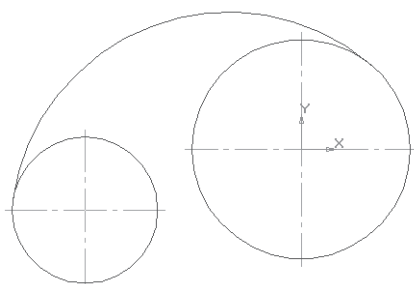

Рис. 101. Внутреннее сопряжение
- система построила внутреннее сопряжение (рис. 101).